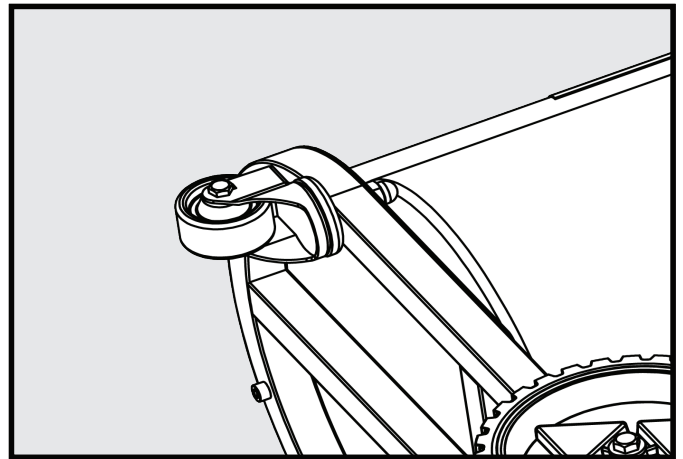

FIGURE 1
1. Placer le cadre de la base sur son côté (Fig1).
3. Serrer l'écrou borgne (17).